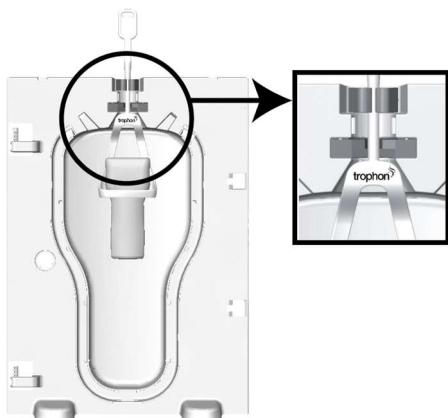

Figura 4
- **WUPH-A** El Trophon Wireless Ultrasound Probe Hanger-A (WUPH-A) contiene una sonda de ultrasonidos inalámbrica compatible en la cámara trophon. Se puede utilizar con los dispositivos trophon EPR y trophon2 (consulte la Figura 4 y la Figura 5, respectivamente).